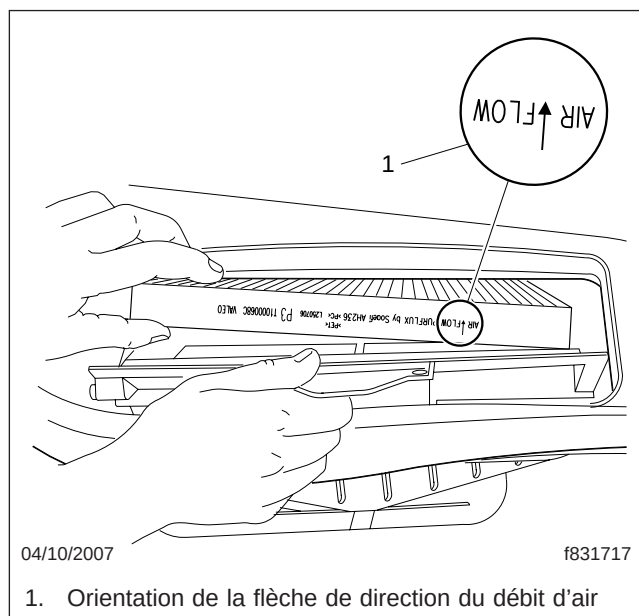

Fig. 4, Flèche de direction du débit d'air
5. Retirez le filtre du plateau. Notez la flèche de direction du débit d'air sur le bord du filtre. Si l'installation se fait correctement, la flèche du débit d'air sera pointée dans la même direction que la marque sur le bord avant du plateau. Les deux seront orientées vers la cabine. Voir la **figure 4**.